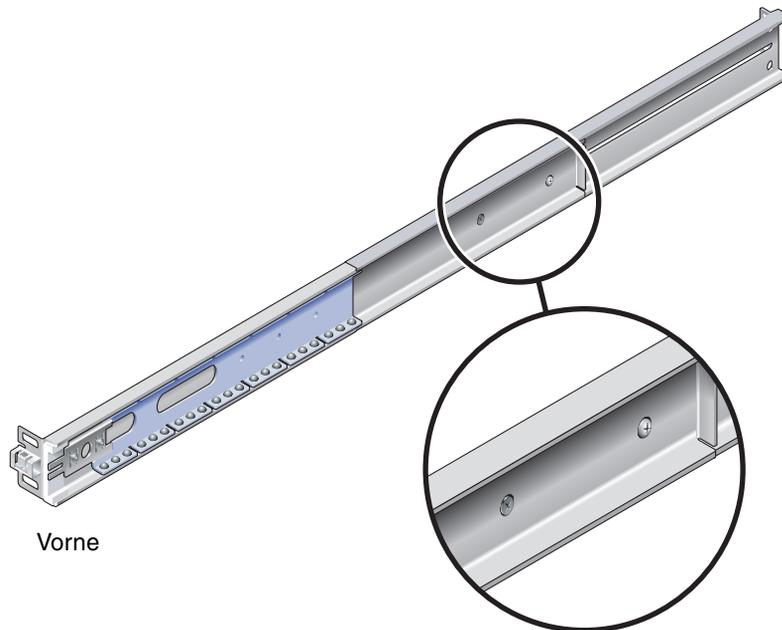

ABBILDUNG 2-4 Halteschrauben an der Schiene
3. Lockern Sie die beiden Halteschrauben (ABBILDUNG 2-4) an jeder Schiene um ca. eine Viertelumdrehung.